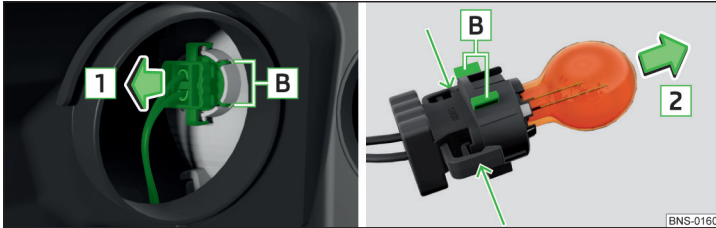

Abb. 378 Glühlampe für Blinklicht vorn wechseln
- › Die Fassung mit der Glühlampe mit Wackelbewegungen in Pfeilrichtung **1** » Abb. 378 herausziehen.